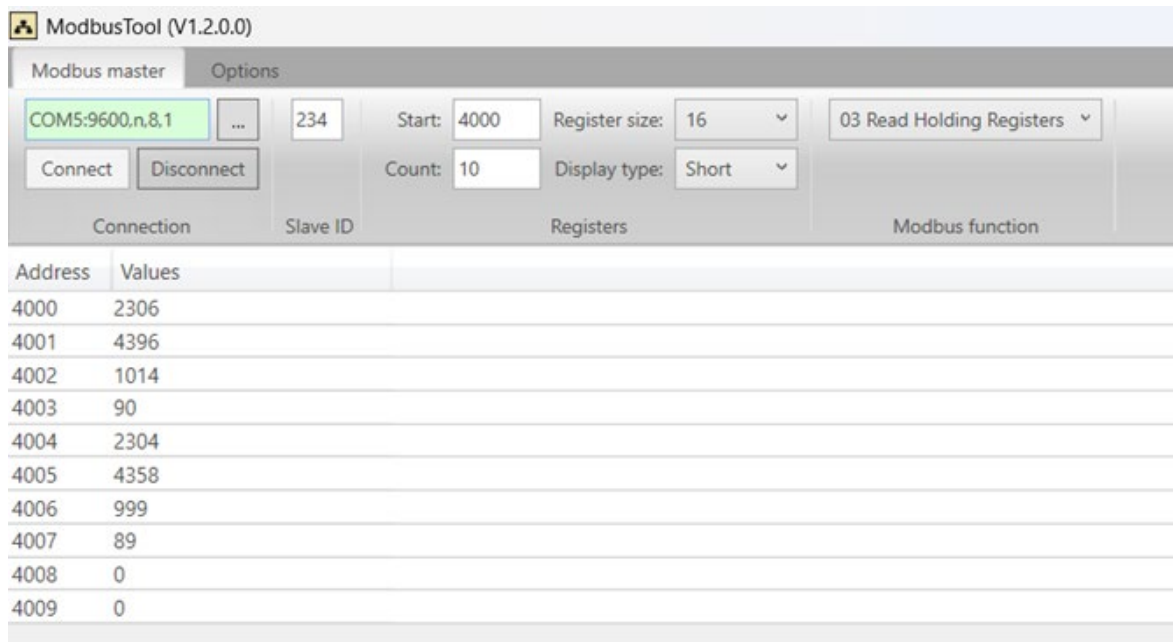

Abbildung 1 – Beispiel einer erfolgreichen Abfrage im ModbusTool
4.1.1 Interpretation der in Abbildung 1 gezeigten Werte
Die in Abbildung 1 dargestellten Register können mit den Skalierungsfaktoren direkt in physikalische Werte umgerechnet werden: